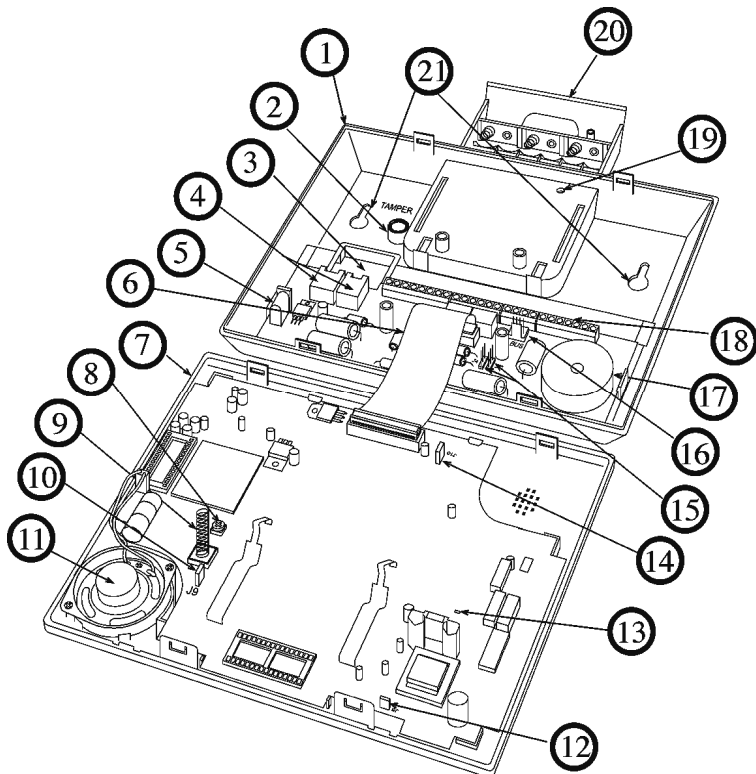

Figure 1 : WisDom description des composants internes
3. Enlevez le support des batteries de la face arrière de la **WisDom** (voir figure 1).